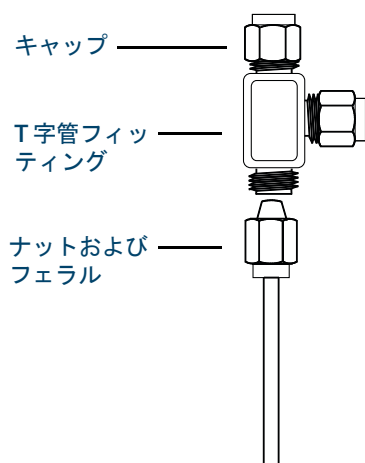

図 58. Swagelok T 字管
- 1 配管の T 字管を取り付ける場所を切断します。配管と T 字管を Swagelok フィッティングで接続します。図 58 を参照してください。